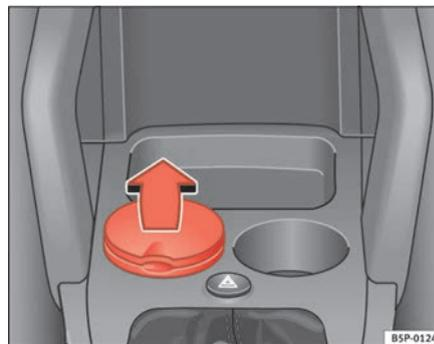

Abb. 116 Aschenbecher im Getränkehalter vorne
- Zum Öffnen des Aschenbechers den Deckel anheben ⇒ Abb. 116.